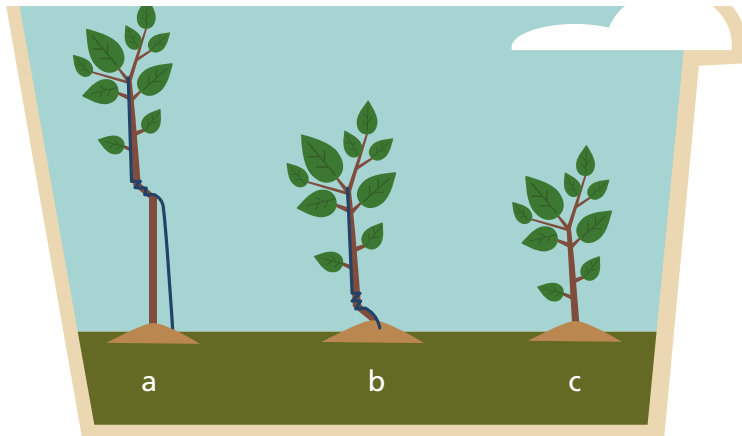

Fig. 1.58 Clasificación de los injertos de acuerdo con su altura con respecto al piso
- Injerto sobre cabeza (fig. 1.58 a).
- Injerto de medio tallo (fig. 1.58 b).
- Injerto sobre pie (fig. 1.58 c).